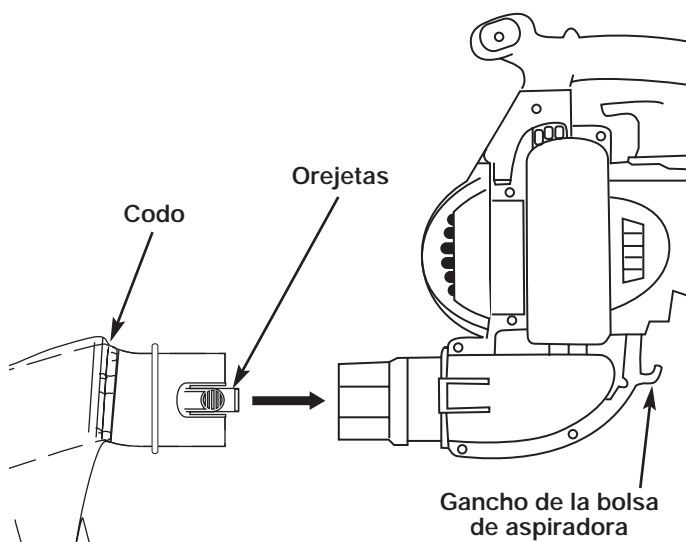

Fig. 6
7. Instale el tubo de la bolsa del aspirador sobre la salida del soplador y empuje hasta que las orejetas de la base se enganchen en su lugar (Fig. 6).
2. Saque la bolsa del aspirador presionando ambas orejetas en el codo de la bolsa del aspirador al mismo tiempo y tirando hacia afuera del soplador (Fig. 6).